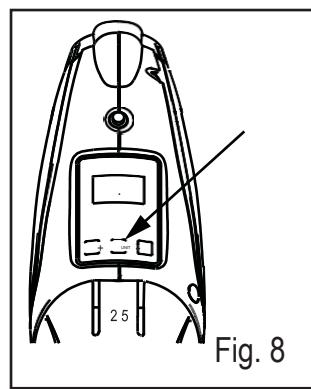

Fig. 8
32. Per scegliere l'unità di misura desiderata (PSI, Bar, KPA, Kg/Cm²) premere il pulsante "Unit" (Unità) finché sul display non appare l'unità che si vuole utilizzare (vedere Fig. 8)